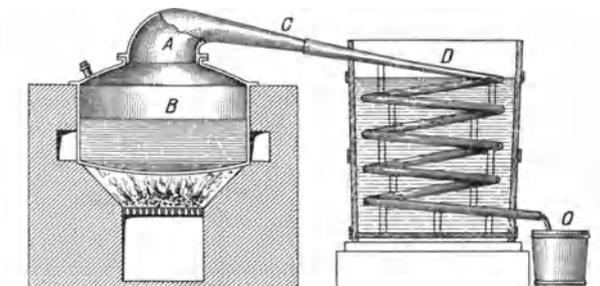

Abb. 6. Destillieren von Wasser.
30. Destilliertes Wasser. Völlig reines Wasser erhält man durch Destillation, im großen geschieht dies durch Erhitzen von Wasser in sog. Destillierkesseln (Abb. 6 [B]). Es entweichen zunächst die gelösten Gase, der heiße Was-